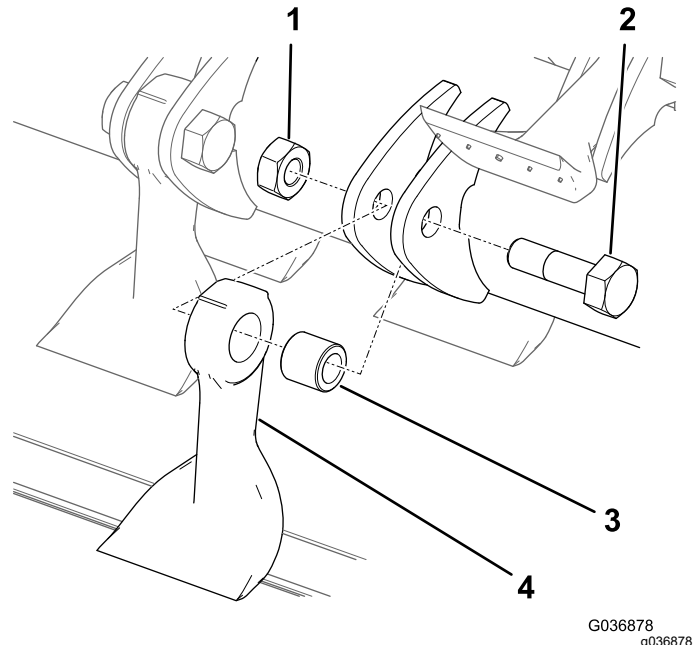

Figura 86
7. Sujeta la cuchilla con un trapo o un guante acolchado y retire la tuerca, el perno, el casquillo y la cuchilla (Figura 86).
9. Instale una cuchilla y casquillo nuevos con una tuerca nueva y un perno nuevo (Figura 86).